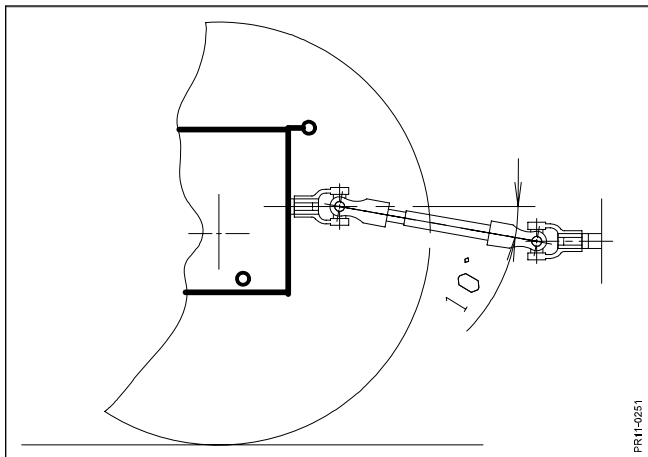

Fig. 2-1
- Fig. 2-1** b) Kraftöverf.axelns avvinkling skall ligga inom området -10° till $+25^{\circ}$ i förhållande till